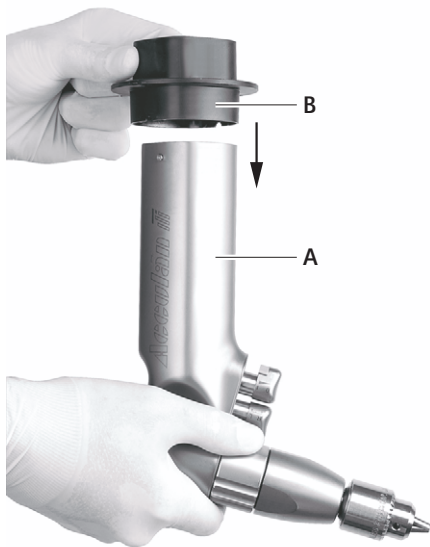

Рис. 2
- Повернуть машину A аккумуляторным гнездом вверх и установить переходник B (стерильный), см. Рис. 2.